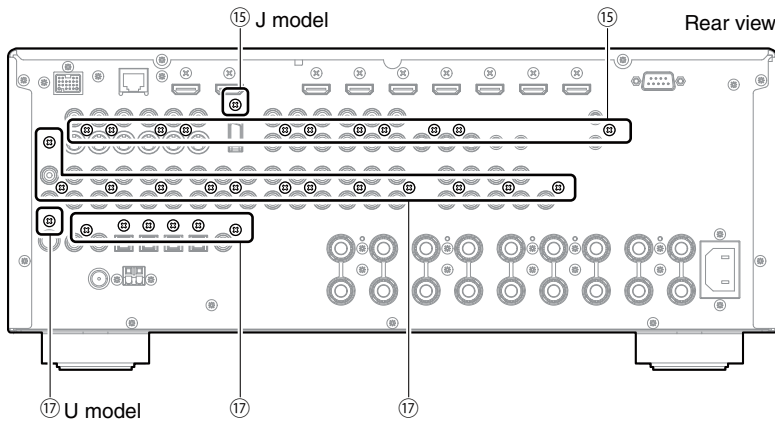

Fig. 4
5. Removal of VIDEO (1) P.C.B.
- a. Remove 11 screws (15). (Fig. 4)
5. VIDEO (1) P.C.B. の外し方
- a. ⑮のネジ12本を外します。(Fig. 4)
- b. Remove 20 (U model)/19 (C, R, T, K, A, B, G, F, L models) screws (17). (Fig. 4)
- b. ⑰のネジ19本を外します。(Fig. 4)